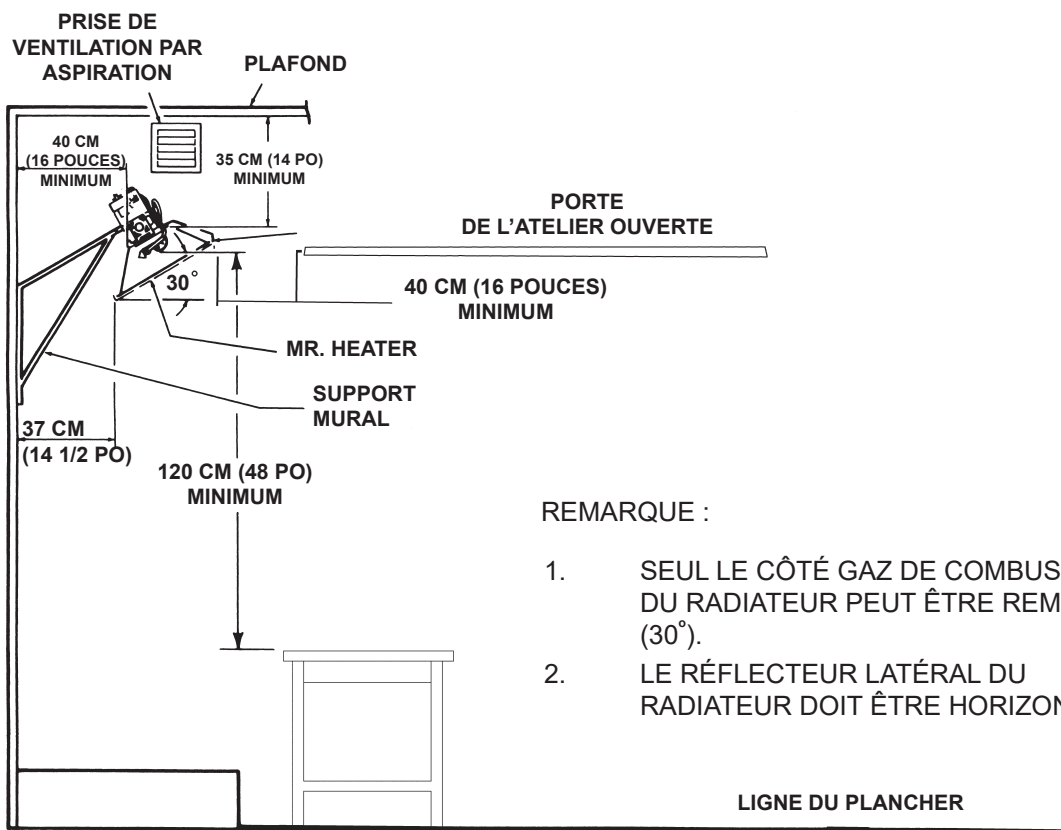

Figure 2. Distances entre l'installation et les surfaces combustibles
⚠ AVERTISSEMENT : Si le radiateur s'éteint, ventiler la pièce avant de le rallumer. Si le radiateur s'éteint continuellement, le faire réparer. Garder le brûleur et la zone de commande propres. Ouvrir la porte pendant cinq minutes. Conserver les écarts indiqués à la figure 2 ou sur la plaque signalétique du radiateur.
AVERTISSEMENT : Respectez les distances indiquées à la figure 2 ou sur la plaque signalétique du radiateur.
- Les distances minimales par rapport aux surfaces combustibles sont illustrées à la figure 2 et dans le tableau 3. Comme il est indiqué à la figure 2, le devant du radiateur est installé